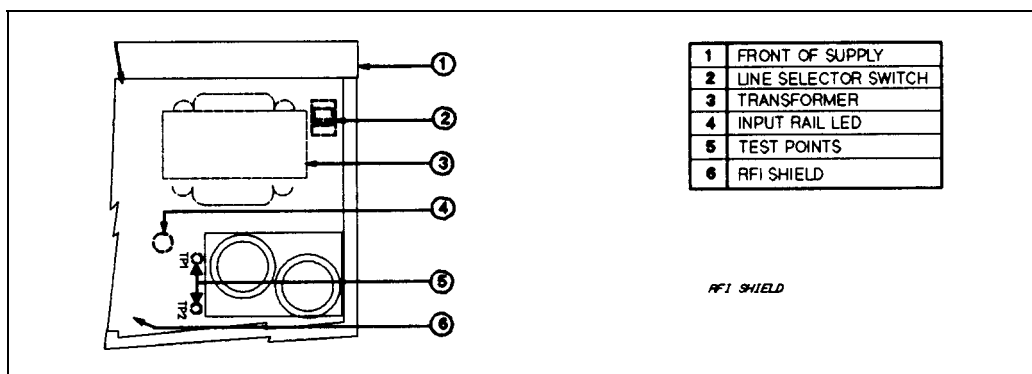

図 C-1. 電源選択スイッチ
4. ダスト・カバーを引いていくと電源選択スイッチが現れます(図C-1参照)。